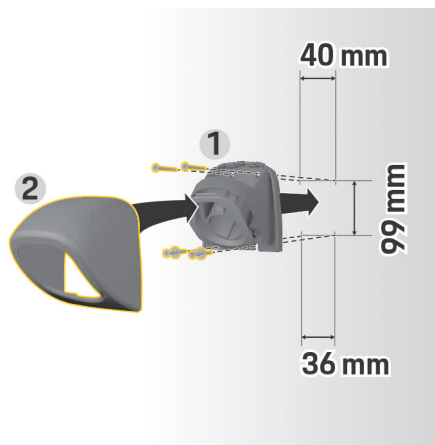

Fig. 492 Dimensiuni de găurire
1. Scoateți dispozitivul de fixare a conectorului 1 (Fig. 492) din capac 2 (Fig. 492).
4. Înșurubați dispozitivul de fixare a conectorului 1 (Fig. 492) pe perete.
5. Montați capacul 2 (Fig. 492) pe dispozitivul de fixare a conectorului 1 (Fig. 492) de dedesubt și împingeți în sus.